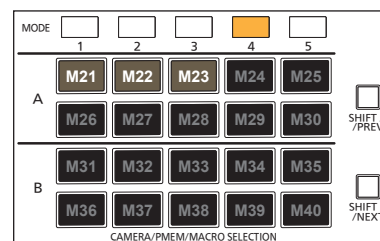

図 3
2. 手を離したときにマクロページが確定し、[CAMERA/PMEM/MACRO SELECTION] の 20 個のボタンは M21 ～ M40 に切り替わります。(図 3)